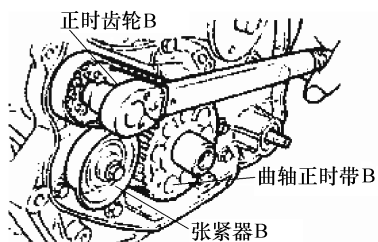

图 8-6 拆卸正时齿轮 B
- 9) 拆卸张紧器 B 后拆卸正时带 B, 见图 8-6。